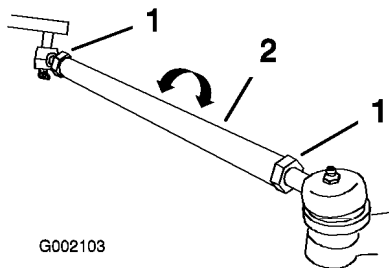

Figura 45
- Se la misura non rientra nel range previsto (vedere le dimensioni e i parametri riportati all'inizio di questa operazione), allentate i controdadi da ambo i lati dei tiranti (Figura 45).